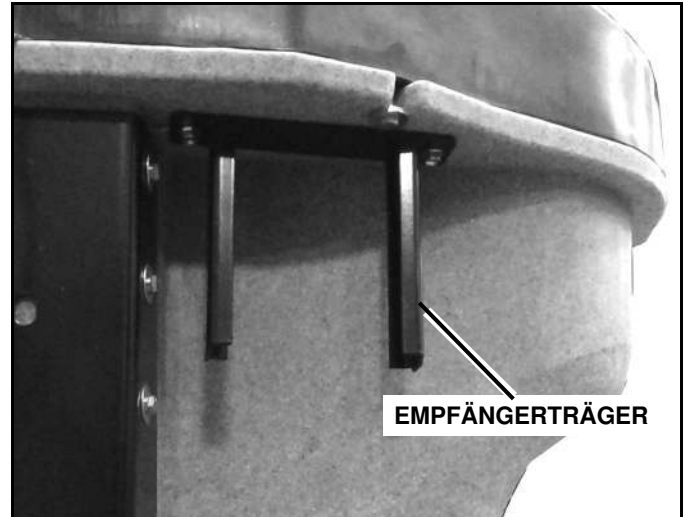

Abb. 1-5
1. Entnehmen Sie den Empfängerträger aus der Verpackung, und montieren Sie ihn unter die obere Lippe des Verteilertrichters auf der Fahrerseite (Siehe Abb. 1-5).